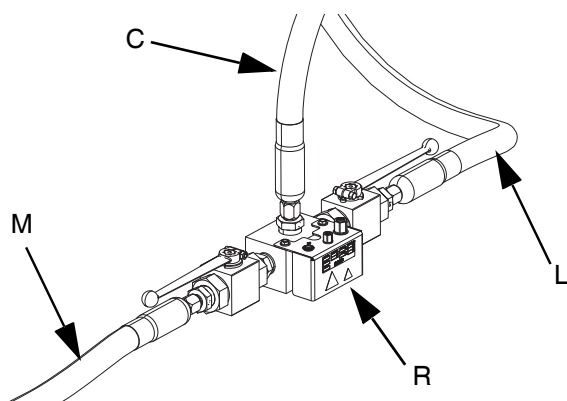

FIG. 19
- c. Anslut tandemslang 1 (L) och tandemslang 2 (M) från matningssystemet till tandemblocket (R). Se FIG. 19.
- d. Anslut matningsslang 1 (C) till tandemblocket (R). Se FIG. 19.